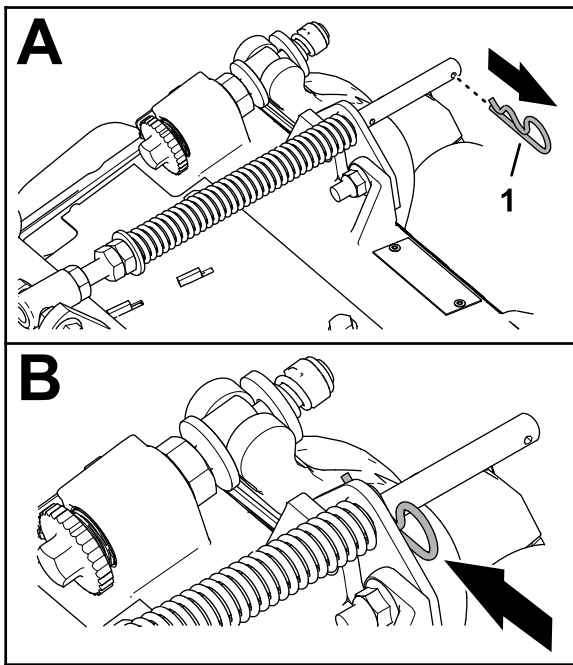

図 6
1. 補正スプリングのロッドの後穴にヘアピンが取り付けられている場合は、ヘアピンを外してブラケットの隣にある穴に移す 図 6。